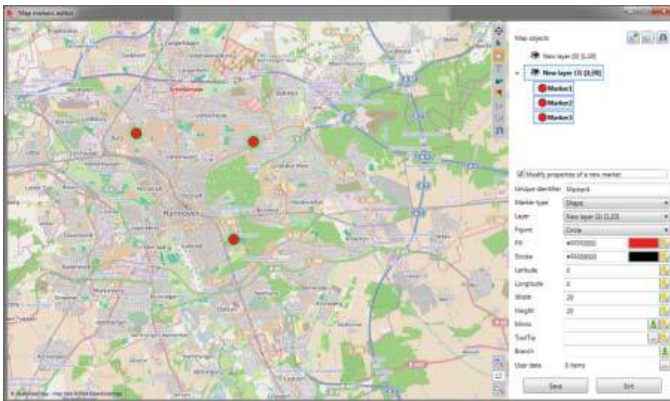

Рис. 4. Пример создания нового слоя и маркеров ГИС
- Использование слоев. Слой карты – это в основном группы маркеров, видимость которых зависит от заданного диапазона масштабирования (рис. 4). Выделяется базовый слой и слои пользователей.